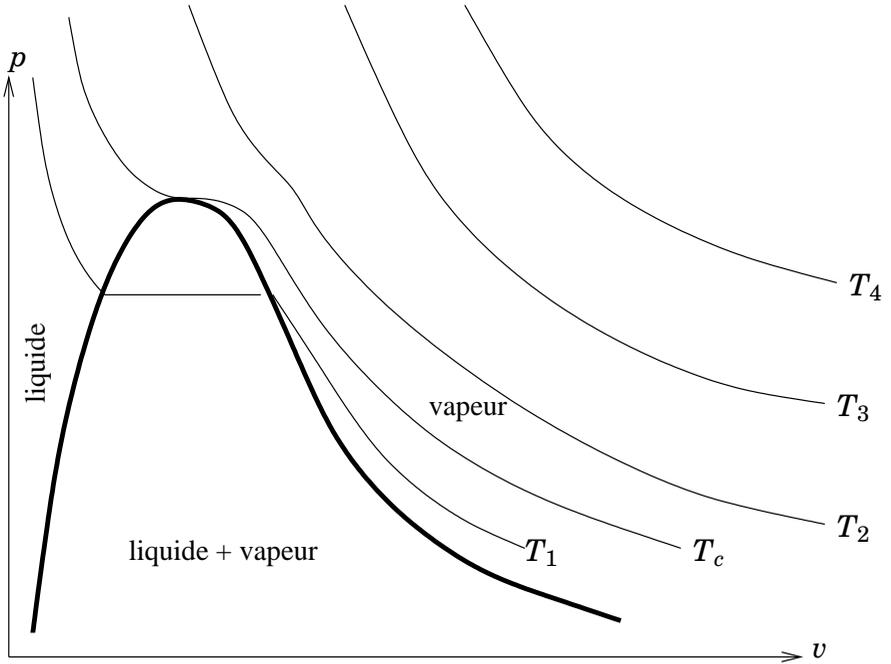

Figure 12 – fluide réel
Sur la figure 12, on voit que les isothermes sont des hyperboles équilatères caractéristiques des GP tant qu'elles sont éloignées de la zone de mélange saturé liquide+vapeur (isothermes T3 et T4). Ces isothermes se déforment à proximité de cette zone (T2), présentent une tangente horizontale au point critique (TC) et un segment horizontal à l'intérieur de la zone de mélange (T1).